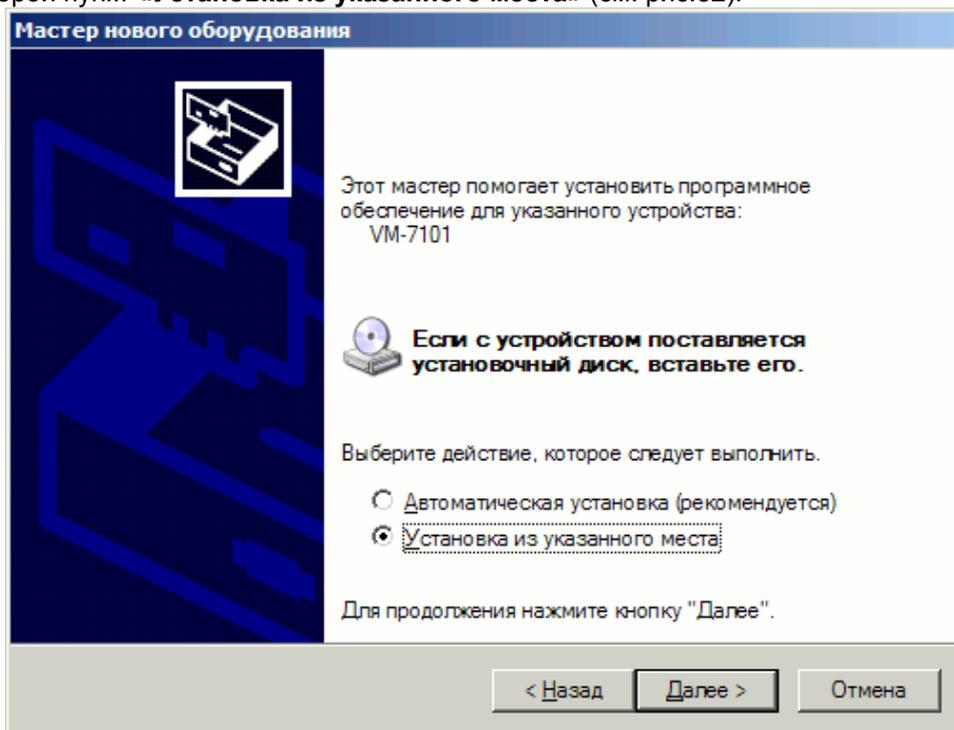

Рисунок 32 – Окно "Установка драйвера оборудования"
9. Нажать кнопку "Далее", появится окно установки драйверов оборудования. Выбрать обязательно второй пункт «Установка из указанного места» (см. рис.32).